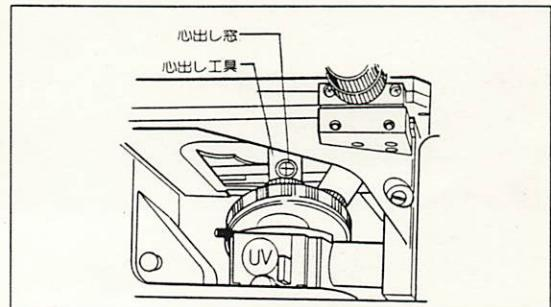

図16
- 2) レボルバーを回転させて心出し工具を光路に入れ、心出し工具の窓が側面に来るよう外筒を回転します。(図16)